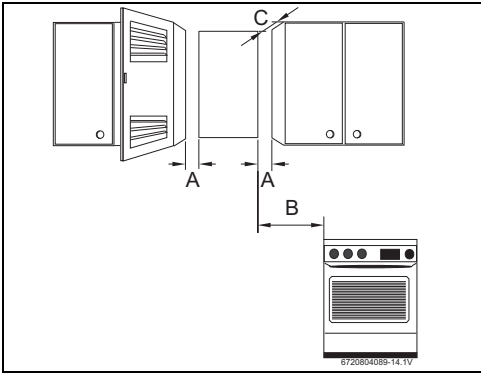

Fig. 10 Distâncias mínimas
- ▶ Respeitar as distância mínima indicadas na Fig. 10.